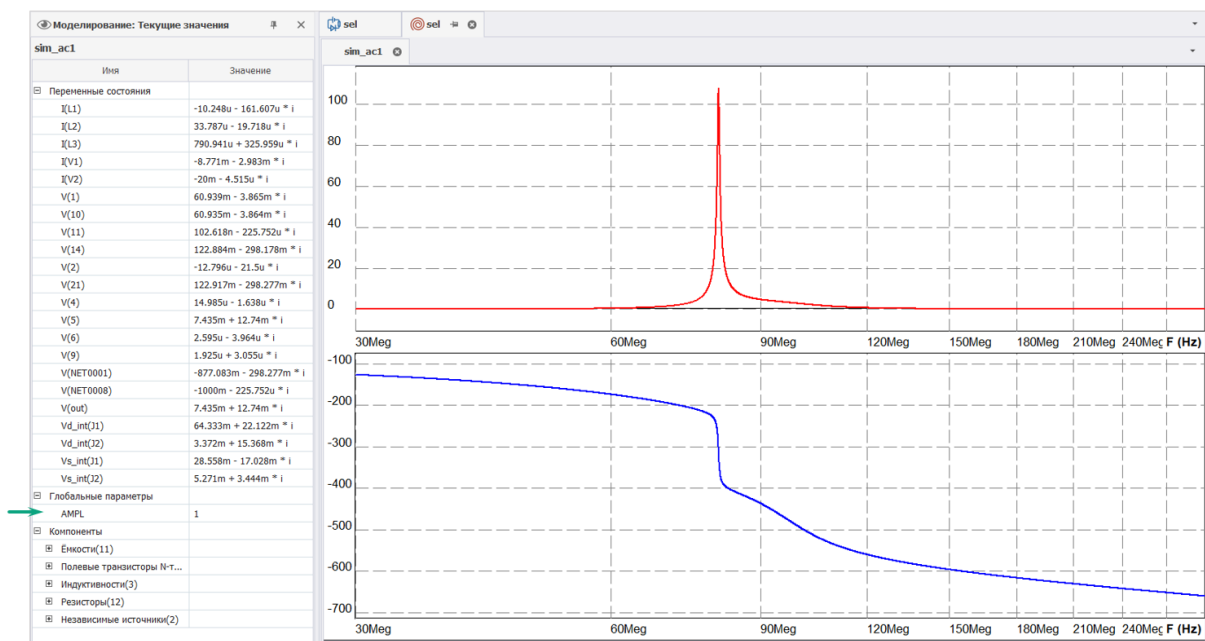

Рис. 182 Отображение текущих значений, в том числе заданного с помощью глобальной команды параметра
2. После выполнения моделирования откройте панель «Текущие значения» из главного меню. В панели будут отображены рассчитанные переменные состояния схемы, все входные и выходные параметры всех компонентов схемы и введенный нами глобальный параметр `AMPL=1`, см. Рис. 182.